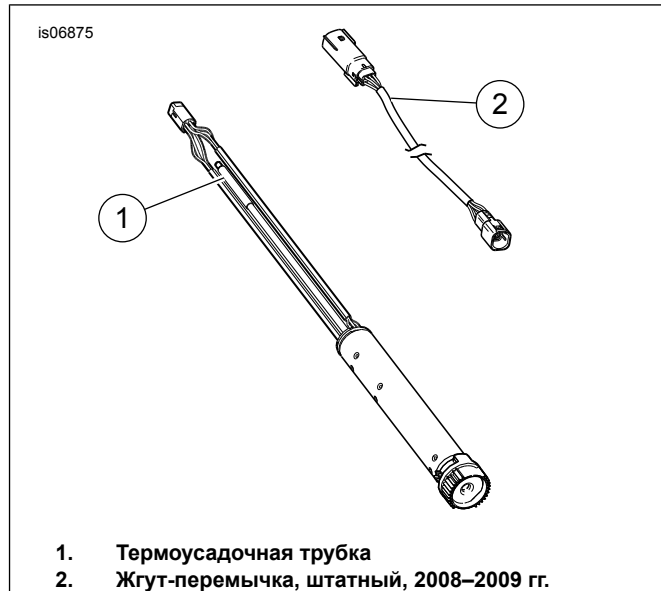

Рисунок 2. TGS и жгут 2008 и 2009 г.
3. См. Рисунок 2 . Отсоедините жгут-перемычку TGS от TGS и главного жгута и утилизируйте штатный жгут перемычки (2).